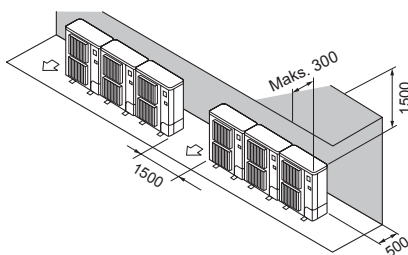

Fig. 2-14
- ② Miejsce ograniczone tylko z tyłu i od góry (Fig. 2-14)